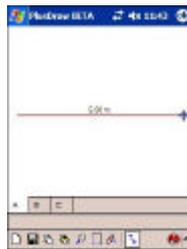

Abb. 20
4) Mittels Richtungstaste auf der 2. Funktionsebene eine **Richtung** vorgeben. Im PlusDraw wird in der angegebenen Richtung eine rote Linie gezeichnet (*Abb. 20*).